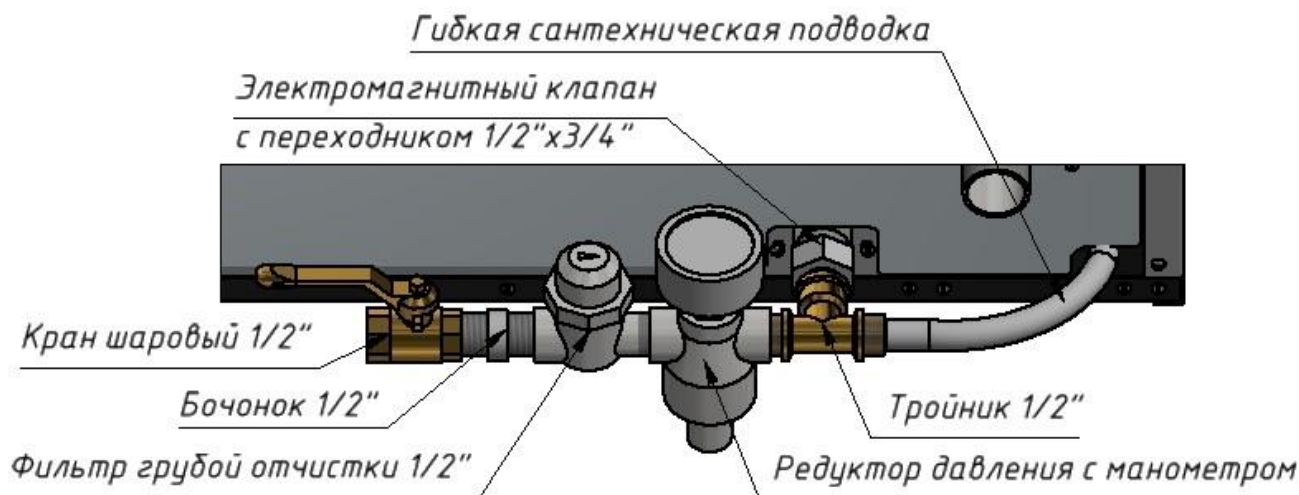

Рис.5
- 7.12 Собрать из комплектующих (Таблица 5) и установить на оборудование систему подвода воды в соответствии со схемой, указанной на Рис.5.
8.2 Обеспечить подачу воды открыв шаровой кран, установленный на системе подвода воды (Рис.5).